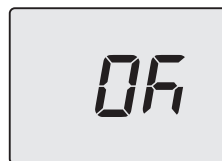

Figura 5.27
- Premendo il tasto 13 si ottiene la conferma del valore inserito. Il display visualizzerà per 5 sec. quanto segue (Figura 5.27) poi, si porterà al livello superiore.